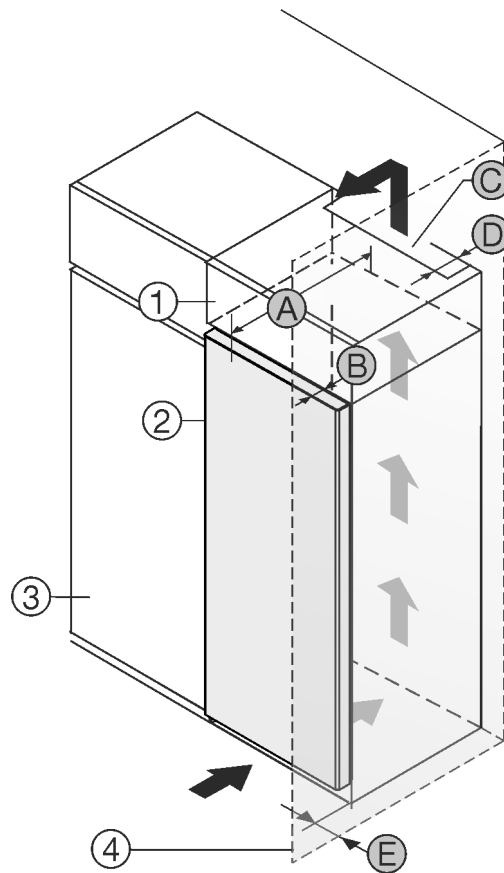

Fig. 1
- (1) Rátétszekrény *
- (2) Berendezés *
- (3) Konyhaszekrény *
- (4) Fal *
- (A) Készülék mélysége *
- (B) Ajtó mélysége *
- (C) Szellőzés keresztmetszete *
- (D) Készülék hátsó oldalának távolsága *
- (E) Távolság a készülék oldalától *
A készülék közvetlenül a konyhaszekrény Fig. 1 (3) mellé állítható.*
A rátétszekrény hátoldalán egy megadott mélységű Fig. 1 (D) szellőzőaknákat kell kialakítani a rátétszekrény teljes szélességében.*
A mennyezet alatt be kell tartani a szellőző keresztmetszetet Fig. 1 (C).*
Ha a készüléket a zsanérjaival a fal Fig. 1 (4) mellé állítja fel, legalább 13 mm távolságot kell tartani a faltól.*
Ahhoz, hogy az ajtót teljesen ki tudja nyitni, a készüléknek a konyhaszekrény elülső oldalához képest legalább az ajtó mélységének Fig. 1 (B) megfelelően ki kell állnia. A konyhaszekrények Fig. 1 (3) mélységétől és a fali távtartók használatától függően a készülék nagyobb mértékben is túllóghat előre felé.*